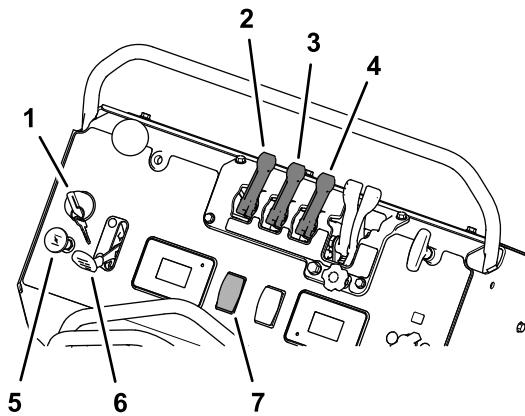

Figure 63
4. Appuyez sur le haut de la commande de la pompe pour mettre la pompe en MARCHE et réglez la commande d'accélérateur à la position HAUT RÉGIME (Figure 63).
5. Tirez le levier d'agitation de la cuve à la position MARCHE (Figure 63).
3. Serrez le frein de stationnement, amenez le levier de commande de direction/déplacement à la position POINT MORT et démarrez le moteur (Figure 63); voir Démarrage du moteur \(page 24\).
1. Tirez les leviers de pulvérisation angle étroit et grand angle à la position MARCHE (Figure 63). Les buses commencent alors à pulvériser.
6. Déplacez les leviers de pulvérisation vers l'avant à la position ARRÊT, amenez la commande de la pompe à la position ARRÊT et coupez le moteur (Figure 63).